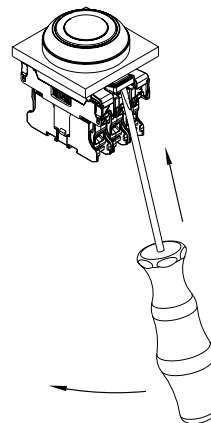

図8
1. 接点取付金具の取付フランジからの取り外し（図8参照）：ネジランプを取付フランジの固定方向に設置して下さい。ドライバーを接点構成方向に軽く動かすことによって、ラッチの突起部が外部方向へ押されます。、接点キャリアは取付フランジより外れます。反対側でも繰り返して下さい。